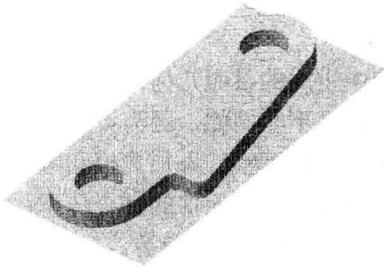

图 1-4 分型面
- **分型面**：由一个或多个曲面组成，能够将工件或现有体积块分割开的一种曲面特征，如图 1-4 所示，要求其必须与要分割的工件、体积块完全相交。